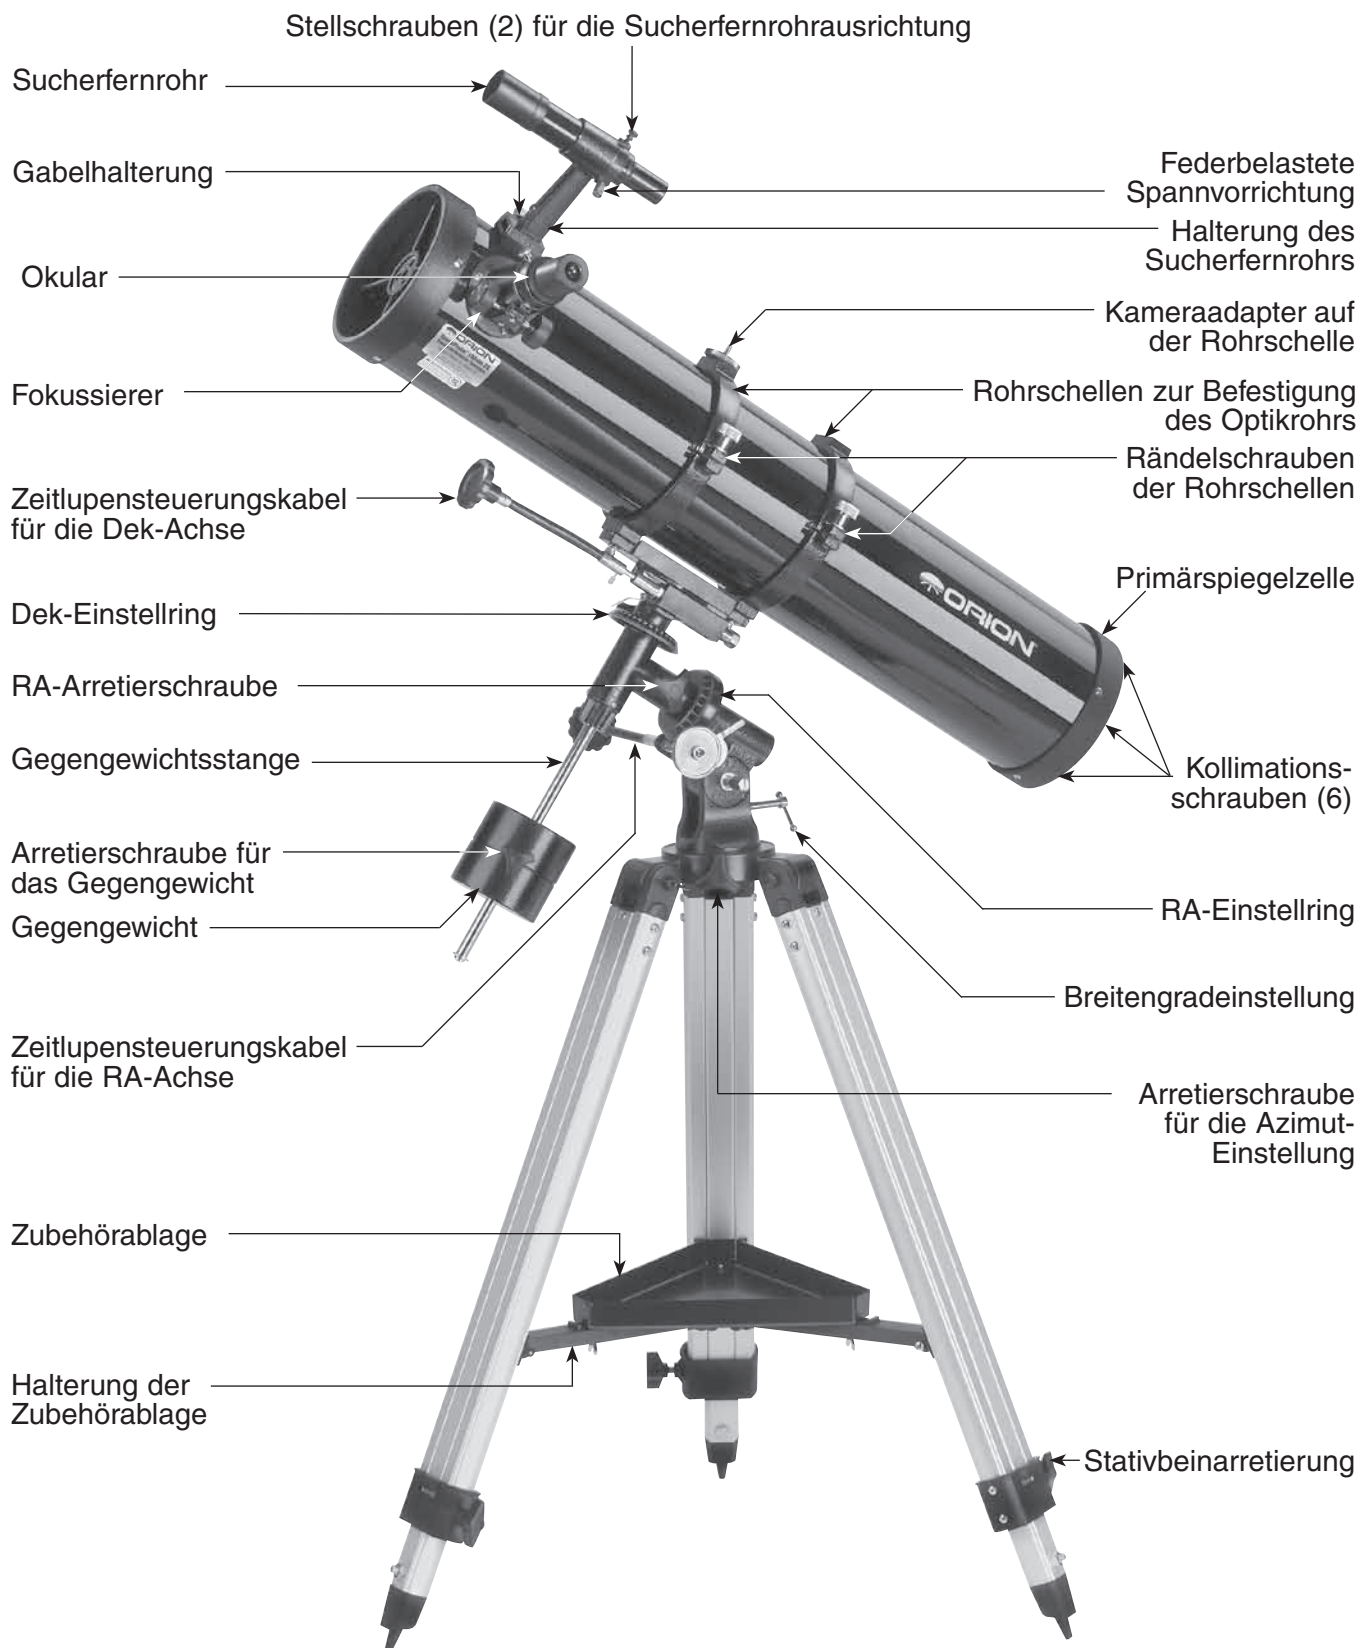

Abbildung 1. Darstellung des SpaceProbe 130 mm EQ-Teleskops und seiner Komponenten
Die erstmalige Montage des Teleskops dauert etwa 30 Minuten. Es werden außer den mitgelieferten keine anderen Werkzeuge benötigt. Ziehen Sie während der Montage zwar alle Schrauben fest, um ein Biegen und Wackeln der Teleskopteile zu verhindern, achten Sie jedoch darauf, die Schrauben nicht zu fest anziehen, um die Gewinde nicht zu beschädigen. Beziehen Sie sich bei der Montage des Teleskops auf Abbildung 1.
3. Lockern Sie die Dek-Arretierschraube, und schwenken Sie das Optiktrohr des Teleskops in eine Position parallel zur RA-Achse (Abbildung 1). Der Zeiger am Dek-Einstellring sollte auf „ 90° “ weisen. Ziehen Sie dann die Dek-Arretierschraube wieder fest.